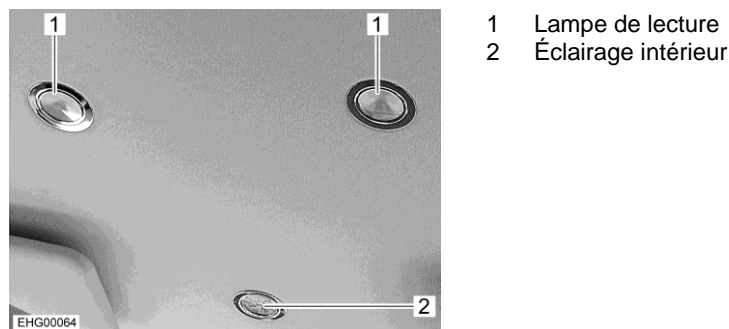

Fig. 99 Lampes (cabine de conduite)
L'éclairage intérieur (Fig. 99,2) s'allume automatiquement quand une porte du véhicule est déverrouillée ou ouverte.
L'éclairage intérieur (Fig. 99,2) s'éteint automatiquement quelques secondes après avoir fermé toutes les portes ou lorsque le véhicule est verrouillé ou après avoir mis le contact.
- Toucher le bord de la lampe de lecture (Fig. 99,1). La lampe de lecture s'allume.